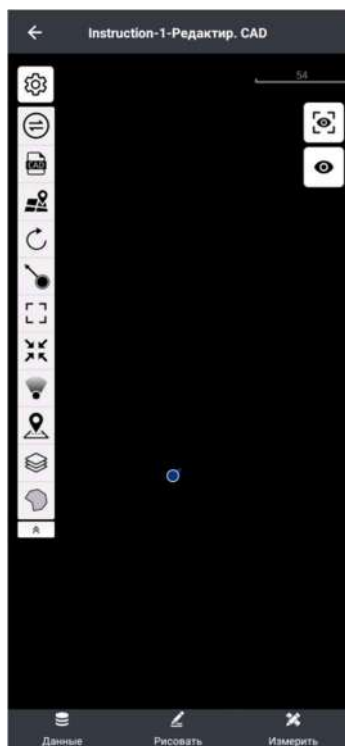

Рисунок 4.8.1
1. Нажмите  (Рисунок 4.8.1) для выполнения импорта чертежа.